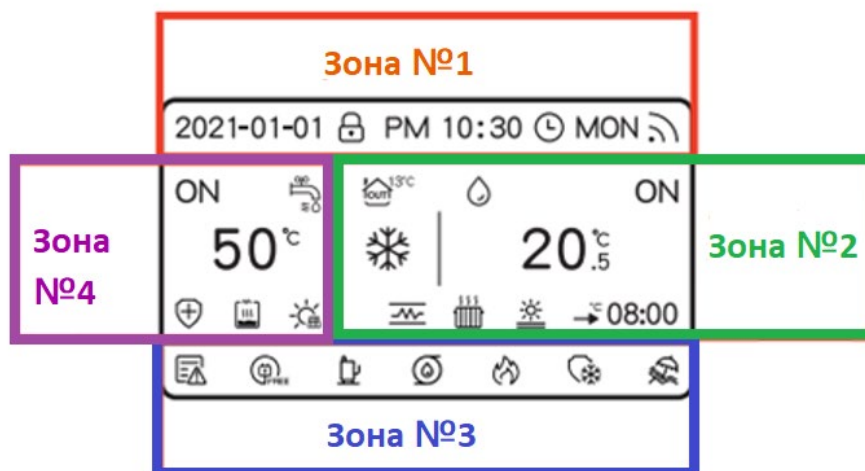

Рис.8.2
8.4 Описание индикации ЖК-дисплея контроллера (рис.8.2)